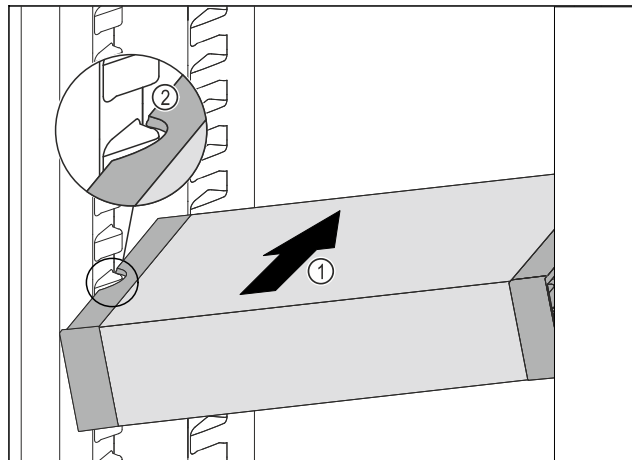

Fig. 31
- ▶ Вставити VarioSafe під кутом в охолоджувальне відділення Fig. 31 (1), доки бокові поглиблення Fig. 31 (2) VarioSafe не будуть на рівні ребра для резервуара в охолоджувальному відділенні.